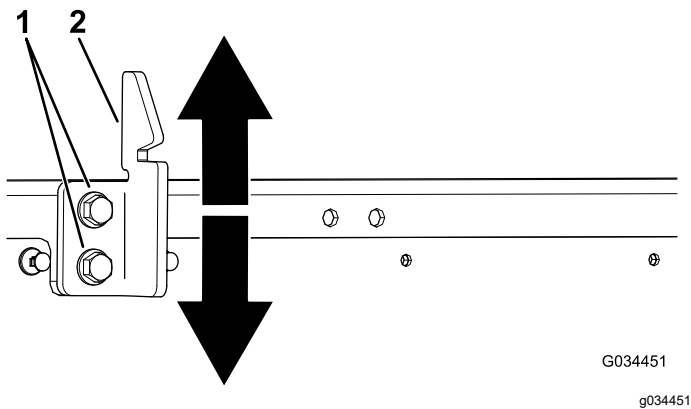

Figura 64
3. Afloje los 2 pernos del cerradero de la plataforma y mueva el cerradero hacia arriba o hacia abajo, dependiendo de si está demasiado alto o demasiado bajo (Figura 64).
4. Apriete los 2 pernos del cerradero de la plataforma (Figura 64).